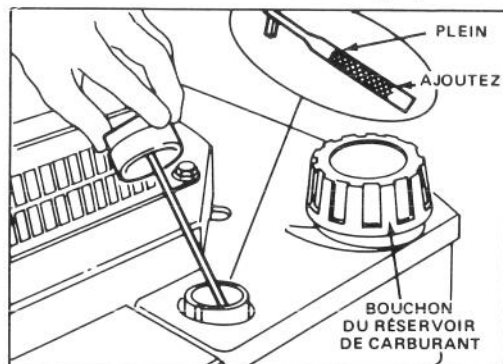

Figure 6
et vérifiez le niveau d'huile (Fig. 6). Si le niveau est bas, ajoutez une quantité d'huile qui soit tout juste suffisante pour amener le niveau à la marque FULL (PLEIN) sur la jauge d'huile. **NE REMPLISSEZ PAS AU-DELA DE LA MARQUE FULL (PLEIN) CAR LE MOTEUR POURRAIT ÊTRE ENDOMMAGÉ LORS DU DÉMARRAGE.**
1. Nettoyez autour du bouchon. Enlevez le bouchon et remplissez le réservoir jusqu'à 1/2" (13 mm) du haut avec de l'essence sans plomb. Remettez le bouchon (Fig. 6).